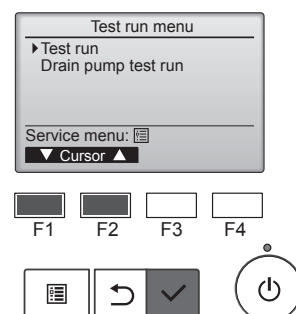

Fig. 8-2
- 2 Velg "Test run" (Testkjøring) fra Testkjøring-menyen, og trykk på [VELG]-knappen. (Fig. 8-2)